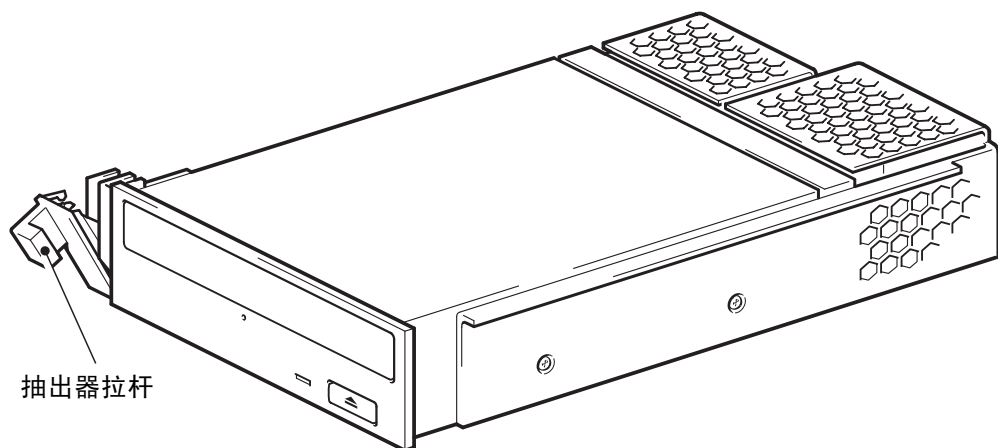

图 1a: 抽出器拉杆处于伸出位置
- 1** 在安装 DVD+RW 驱动器之前，请确保抽出器拉杆处于完全打开位置（即拉出状态），如图 1a 所示。